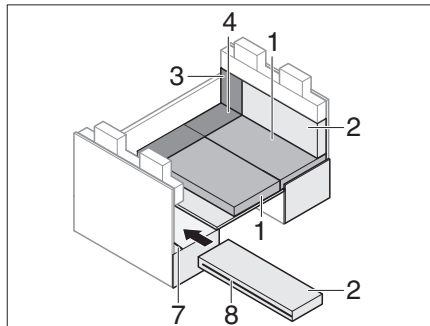

Bild 200 Während des Umbaus
- Reißverschluss (Bild 200,8) am Rückenpolster öffnen.
- Schlitz im Rückenpolster über ISO-FIX-Traverse (Bild 200,7) stecken.